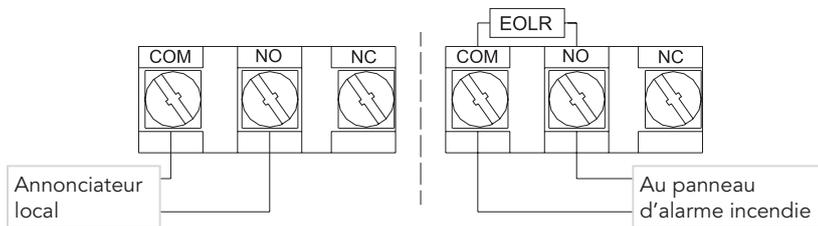

Fig. 3
3. Connectez les fils aux connexions terminales appropriées pour le service prévu (voir fig. 3).